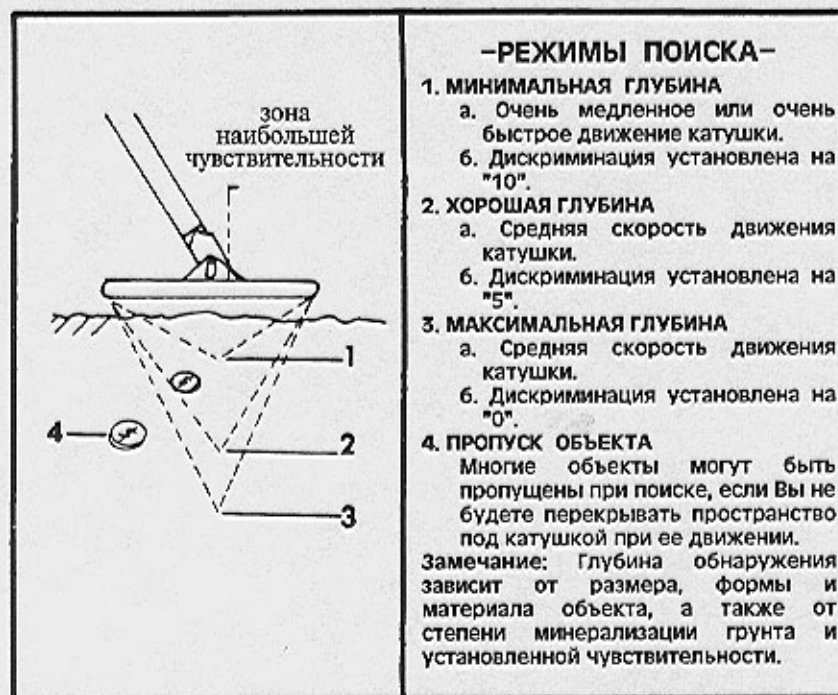

Рис. 7. Зоны действия катушки на объекты при различных режимах поиска.
9. На рис. 7 показана зона действия катушки и как на нее влияют скорость сканирования, уровень дискриминации и перекрытия взмахов.
4. При работе на новом участке всегда закапывайте монету и проверяйте ее при различных уровнях дискриминации и чувствительности. При высоких значениях дискриминации может наблюдаться некоторая потеря чувствительности. Чем больше минерализация грунта, тем больше снижение чувствительности. Например, вы сможете определить цент на глубине 15 см при уровне дискриминации равном нулю, однако при точке дискриминации язычков от банок монету можно определить на глубине не более 10 см (рис. 7).